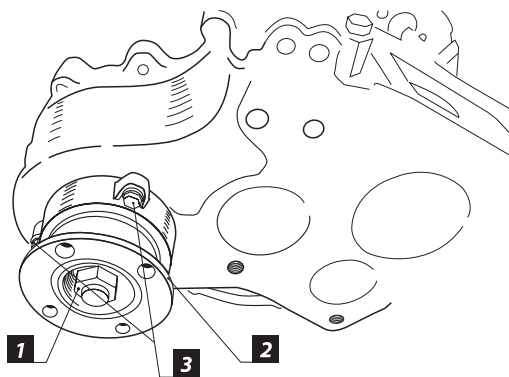

Рис. 2
4. Раскерните и открутите гайку крепления фланца переднего моста [1] (Рис. 2), снимите фланец привода переднего моста [2] и, открутив 3 болта М8, снимите крышку вала привода переднего моста.